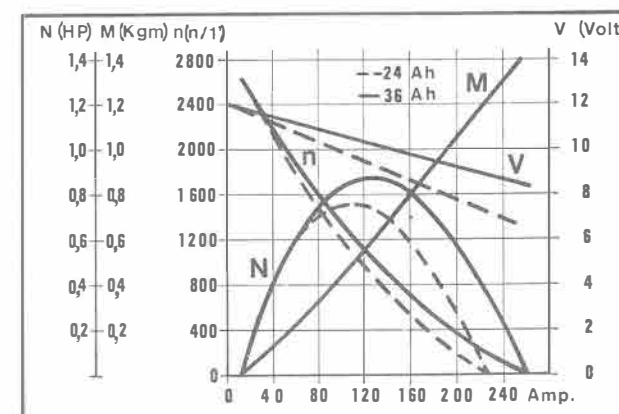

Fig. 59
Le dynastart a une puissance de 0,7 Kw à 12 V. La Fig. 59 reporte les courbes de puissance (N), le couple de démarrage (M), le nombre de tours (n/1') et la tension aux bornes du dynastart (V) en fonction du courant absorbé (Amp.) et de la capacité batterie pour température extérieure de 20°C . Pour les réparations s'adresser aux STATIONS DE SERVICE BOSCH.
The 12 V starter-generator has an output of 0.7 kw. Fig. 59 shows rating curves (N), starting torque (M), R.P.M. (n/1') and voltage (V) at starter terminals in relation to current absorbed (AMP) and battery capacity at a 20°C ambient temperature.
Der Lichtanlasser zu 12 V hat eine Leistung von 0,7 kw. Die Abbildung 59 zeigt die Werte der Leistung (N), den Anwerf-Drehmoment (M), die Drehzahl (n/1') und die Spannung (V) zwischen den Anschlussklemmen des Lichtanlassers als Funktion der Stromabnahme (Amp) und der Batteriekapazität bei einer Aussentemperatur von 20°C .